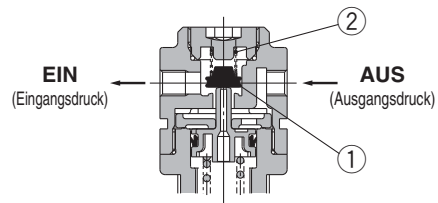

Abb. 2
Wird der Eingangsdruck ausgeschaltet und abgelassen, steht am Ventil ① kein Eingangsdruck mehr an. Der Anpressdruck für das Ventil ① wird ausschließlich über die Ventillfeder ② erzeugt. Wenn das Ventil ① durch die Ausgangskraft geöffnet wird, wird der Ausgangsdruck auf der Eingangsseite abgelassen. (Abb. 2)